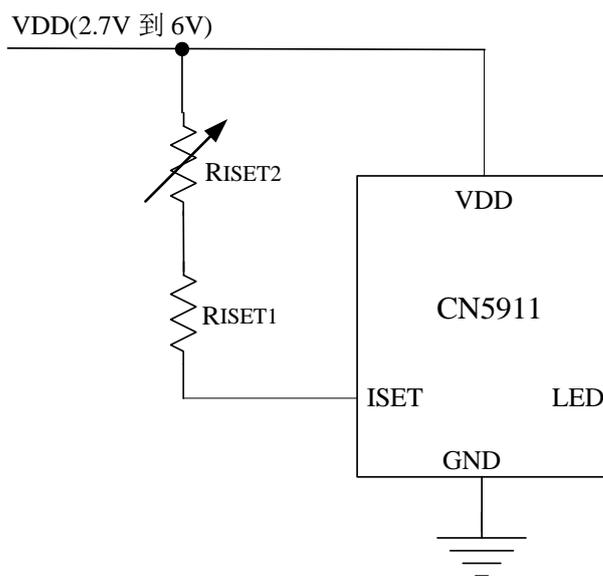

图7 用可变电阻调整发光二极管的亮度
3. 用可变电阻调整发光二极管的亮度（如图7所示）
用一个可变电阻可以连续调整发光二极管的亮度，如图7所示。 $R_{ISET1}$ 设置了流经LED管脚的最大电流， $R_{ISET2}$ 为可变电阻，改变 $R_{ISET2}$ 的电阻值就可以连续改变发光二极管的亮度。